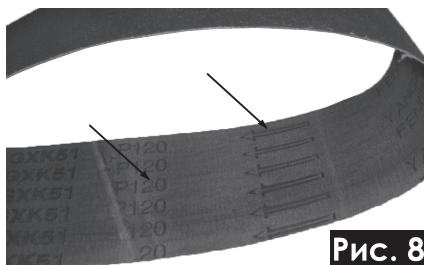

Рис. 8
**ВНИМАНИЕ:** Шлифовальная лента имеет стрелки, указывающие направление движения ленты, напечатанные на внутренней стороне (Рис. 8)
Шлифовальная лента имеет различную зернистость, от грубой, до очень мелкой. Выбирайте зернистость в соответствии с материалом, который нужно обработать (Рис. 8). Наденьте ленту на ролики (Рис. 9). Убедитесь, что края ленты не касаются корпуса и что стрелки, напечатанные на внутренней стороне ленты, совпадают с направлением движения ленты. Отпустите рычаг натяжения ленты.